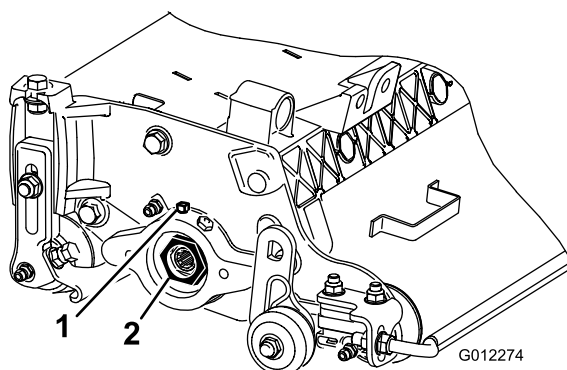

图10
- A. 松开将轴承调节螺母固定至滚刀组左侧轴承座上的外部固定螺丝（图10）。